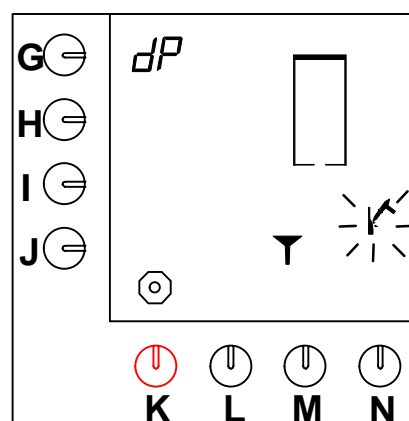

Fig. 23 Varmvattensystemet ber om avkalkningsmedel
- En signal hörs, hammarsymbolen blinkar och en tratt visas på displayen (fig. 23).